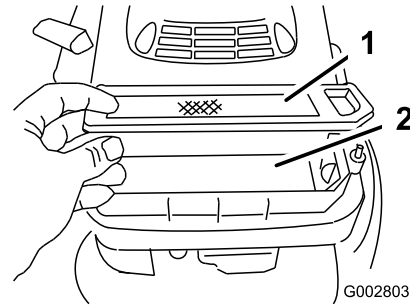

Figura 24
5. Retire e inspeccione el filtro de aire de papel (Figura 24), y deséchelo si está excesivamente sucio.
6. Retire el pre-limpiador de gomaespuma y lávelo con un detergente suave y agua, luego séquelo apretando suavemente con un paño (Figura 24).